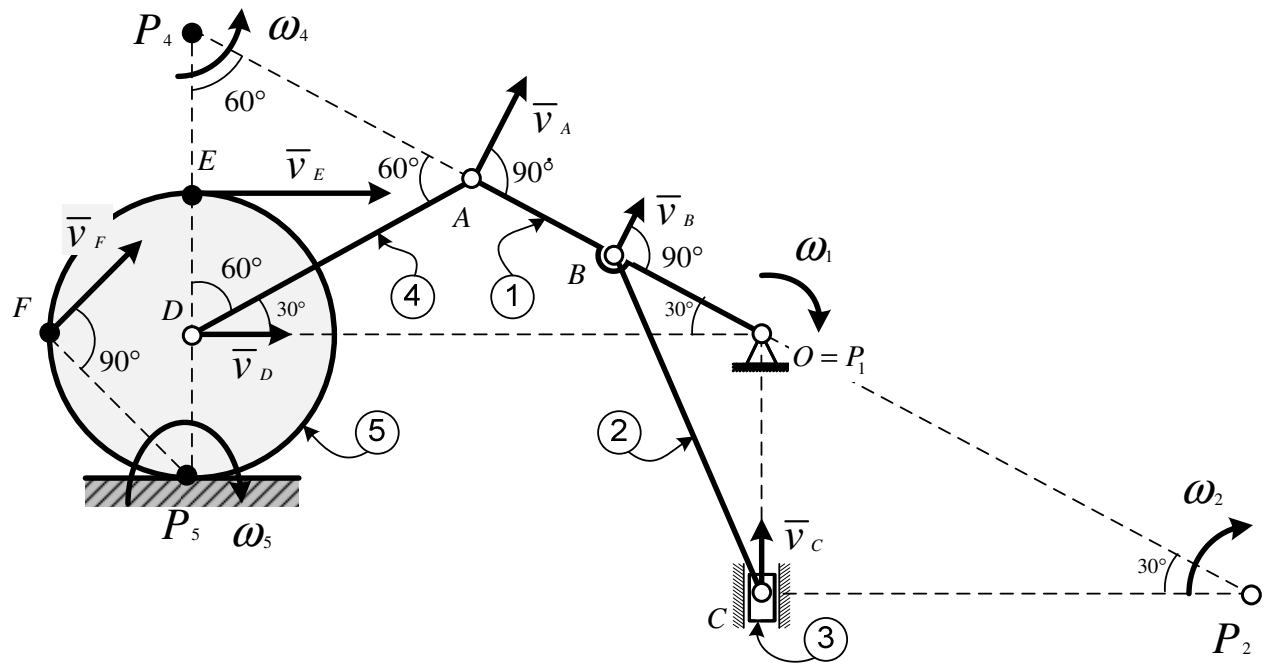

Fig.4.11
1. Le mécanisme est composé de cinq corps: la manivelle OA , les bielles AD et BC , le coulisseau C et la roue D (fig. 4.11).